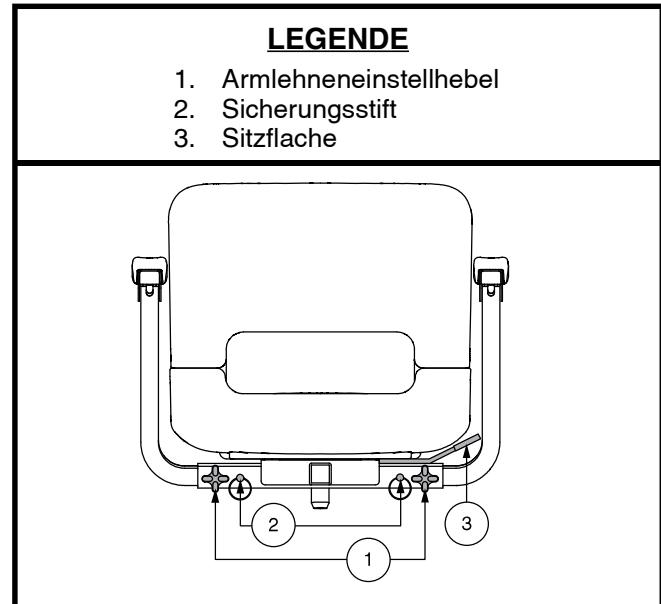

Abb. 12. Sitzeinstellungen
1. Lösen Sie die Armlehneinstellhebel. Siehe Abb. 12.